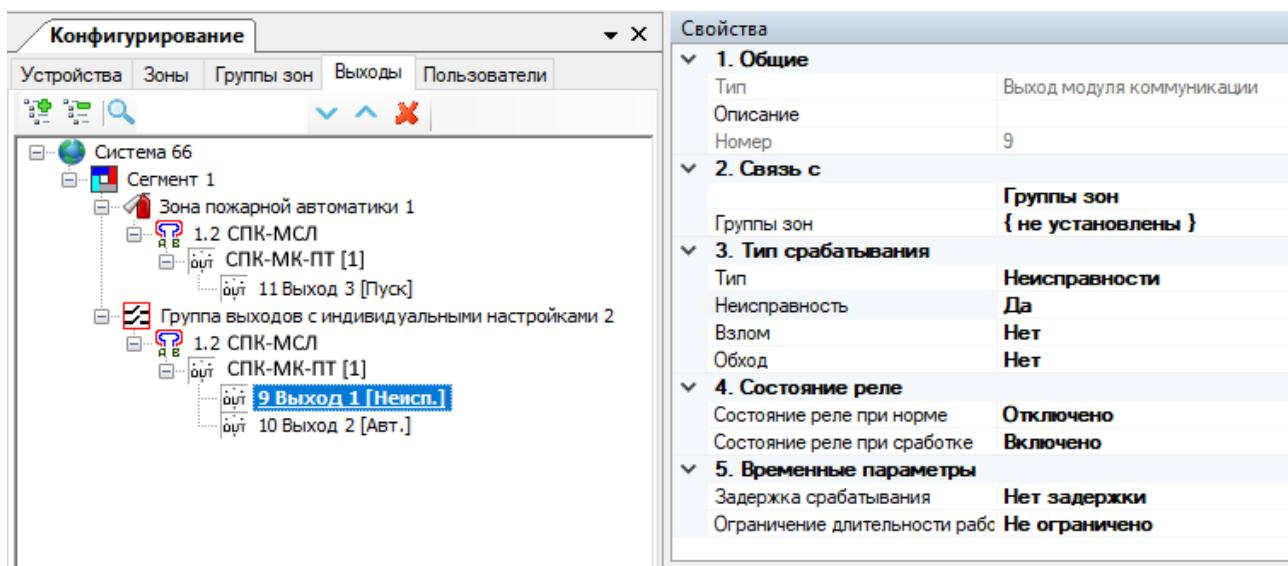

Рис. 55
- 4) Настроить сработку выхода 1 (Неисправность) по неисправности в selected зоне или группе зон (в которой находятся устройства, неисправность которых необходимо контролировать на Панели-ПТ) (см. рис. 55).